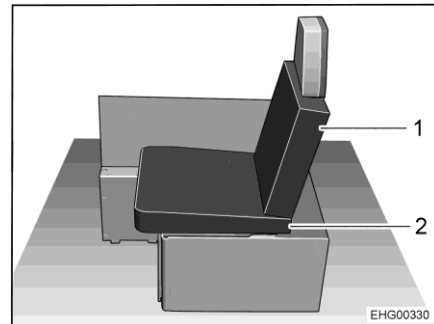

Fig. 35 Después de la transformación
- Colocar uno de los cojines de asiento del banco longitudinal izquierdo sobre el baúl-banco como cojín del asiento (Fig. 35,2). Para ello, observar la forma de cuña del cojín del asiento: el cojín del asiento debe estar ligeramente inclinado hacia el respaldo (véase Fig. 35).
- Colocar uno de los cojines adicionales incluidos como cojín del respaldo (Fig. 35,1) en el respaldo del asiento de enchufe.